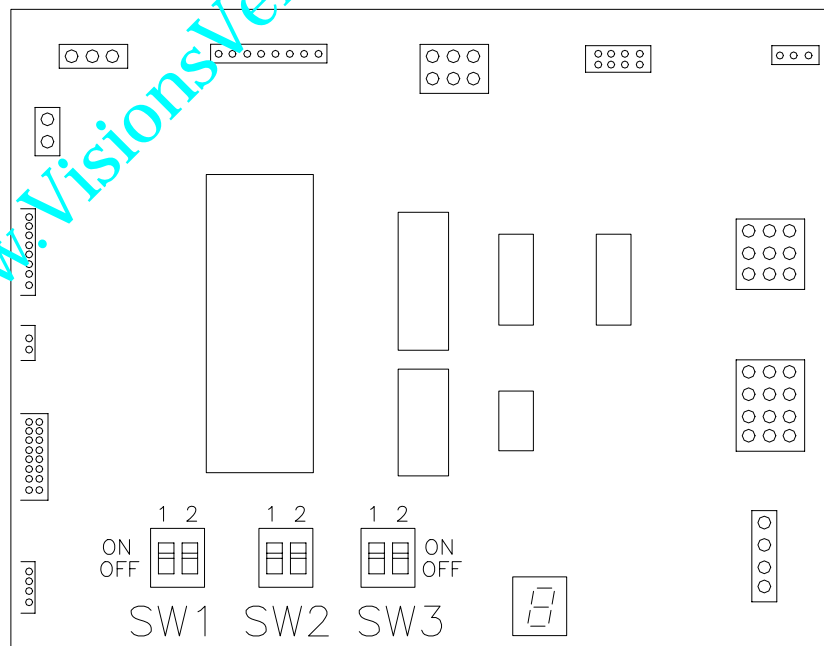

FIG. 4
8.1 AJUSTES POSIBLES MEDIANTE DIP-SWITCH FIG. 4
8.2 SIGNIFICADO CARACTERES QUE APARECEN EN EL DISPLAY DE LA FICHA FIG. 4
N.B.: El dip-switch SW1-2 situado en la tarjeta de control (FIG. 4) del distribuidor tiene que estar en posición OFF = caja para fichas executive normal.